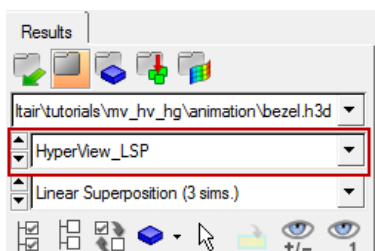

图 13-50 选择 HyperView_LSP 工况
(1) 在 Results Browser 中, 将 Change load case 下拉菜单设置为 HyperView_LSP, 如图 13-50 所示。